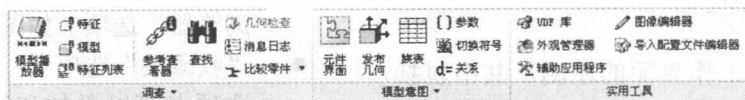

图 1-13 “工具”选项卡
- “工具”选项卡：其中包含了 Creo Parametric 2.0 中的建模辅助工具，主要有模型播放器、参考查看器、搜索工具、族表工具、参数工具和辅助应用程序等，如图 1-13 所示。